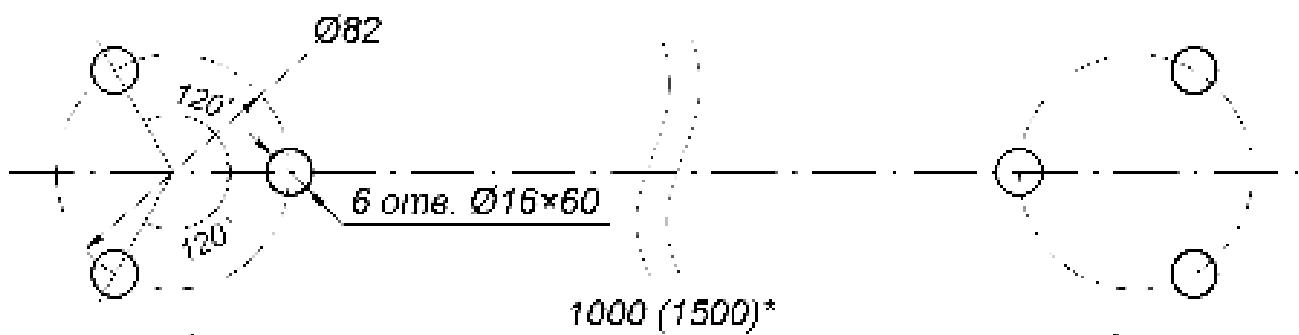

Рисунок 9. Схема разметки отверстий для стационарной секции ограждения¹
- На стойках секции закрепите винтами M8×30 патрубки **BH02 0-10(11)** для крепления поручней (см. рис. 9, 10). Винты входят в комплект поставки патрубков.
2. На обеих стойках секции **BH02 2-30** соберите патрубки **BH02 0-10** для крепления поручней, предварительно вставив в них втулки пластмассовые из комплекта поставки стоек (см. рис. 9), и закрепите их на стойках винтами M8x30 из комплекта поставки патрубков. Поручни в патрубки устанавливаются позже.